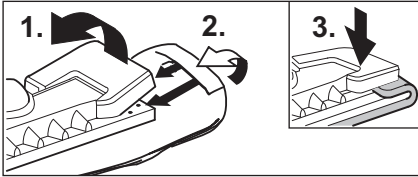

Abb. 11: Aufziehen des Wischlappens
- Befestigen Sie den Wischlappen (H3) an der Bodendüse (H1). Falten Sie dazu den Wischlappen längs zusammen und stellen Sie die Bodendüse darauf. Ziehen Sie nacheinander die überstehenden Enden des Wischlappens unter die Halteklammern (H2) (siehe Abb. 11).